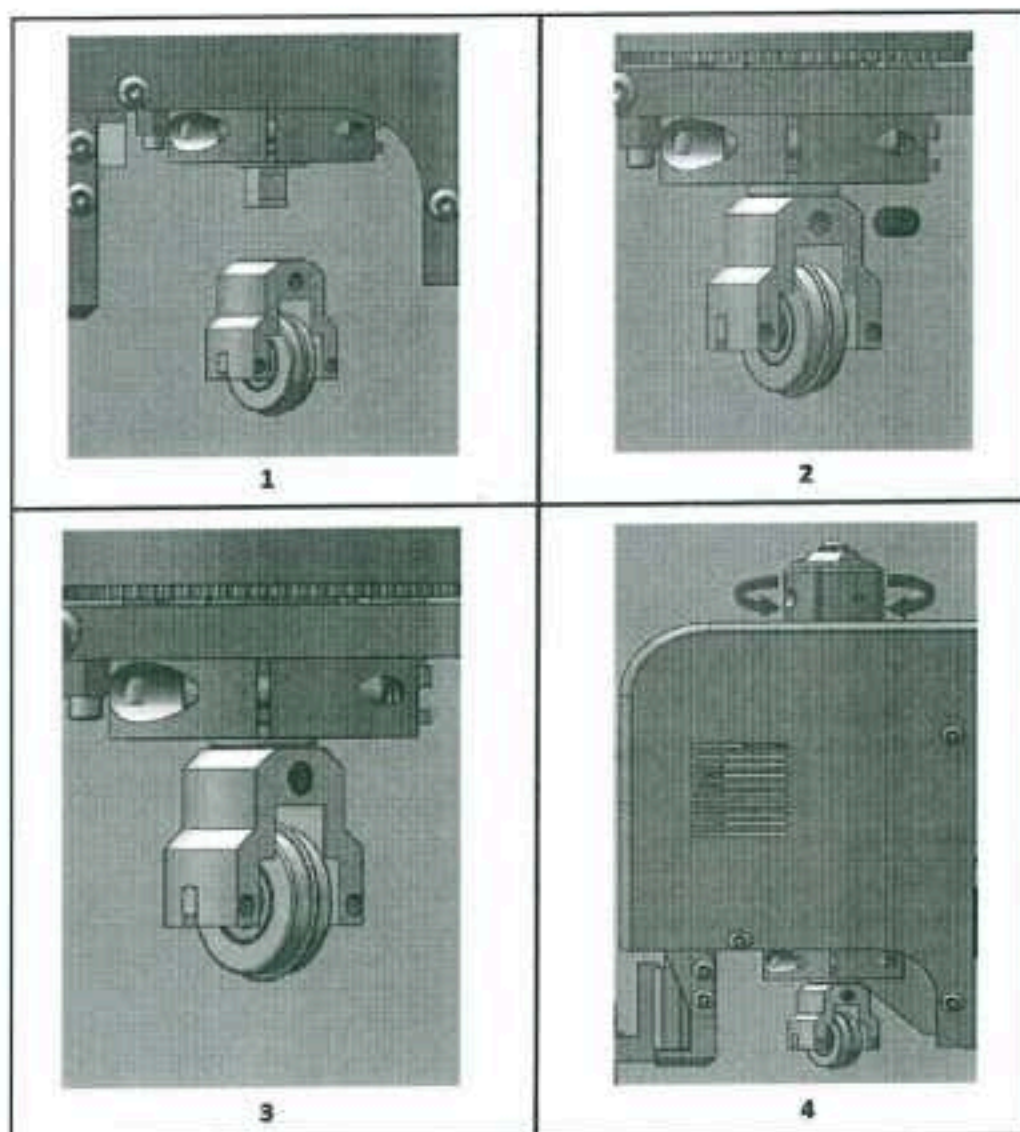

Рисунок 14. Установка ролика для биговки.
- Вставьте колесо в гнездо держателя (рис. 14, изображение 1 и 2).